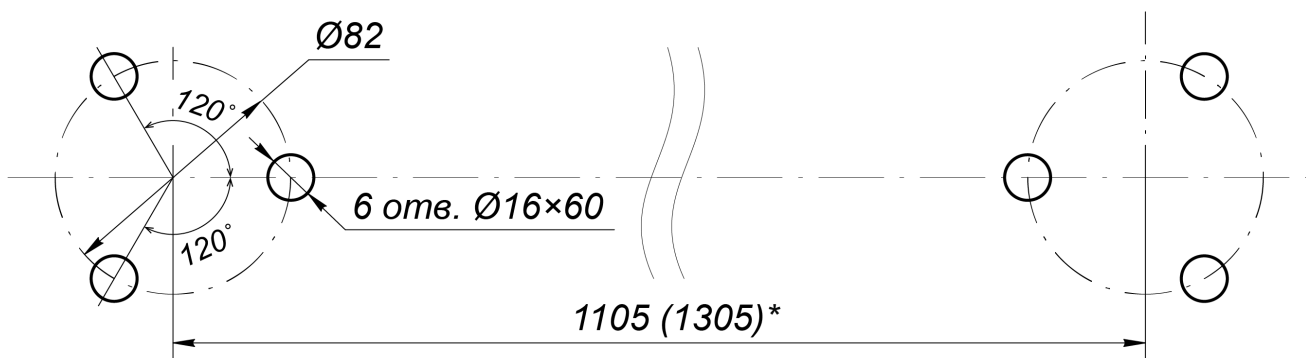

Рисунок 14. Схема разметки отверстий для установки поворотной секции ограждения с механическим УБ²
2. Разметьте и просверлите отверстия на установочной поверхности под анкеры М10 в соответствии со схемой разметки (см. рис. 14). Сначала размечаются центры установки стоек секции ограждения, затем от них размечаются точки крепления стоек, допускается использование в качестве шаблона непосредственно самих фланцев стоек.